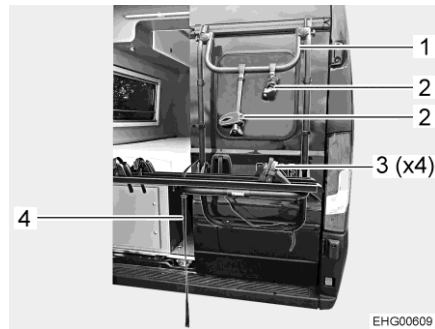

Fig. 3 Portabiciclette
- Aprire la cinghia di chiusura (Fig. 3,4).
- Posizionare la bicicletta sulla guida e fissarla alla staffa di supporto (Fig. 3,1) con il braccio di fermo (Fig. 3,2).
- Fissare alla guida per le ruote la ruota anteriore e quella posteriore, ciascuna con un nastro tenditore (Fig. 3,3).
- Chiudere la cinghia di chiusura (Fig. 3,4).